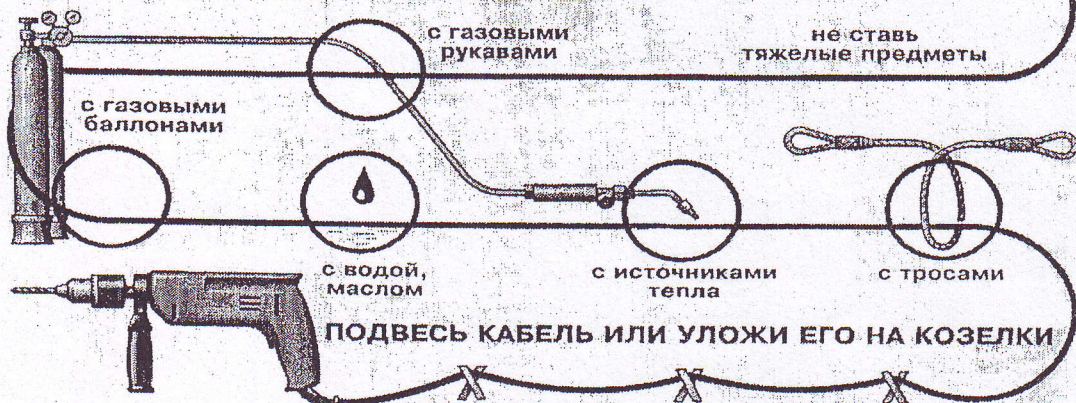

Рис. 8. Защита кабеля от повреждений (плакат)
2.5. Провода и кабели следует по возможности подвешивать и исключить непосредственное соприкосновение их с горячими, влажными и масляными поверхностями и не допускать пересечение с электросварочными кабелями, шлангами газосварки и со стальными канатами и тросами (рис. 8).